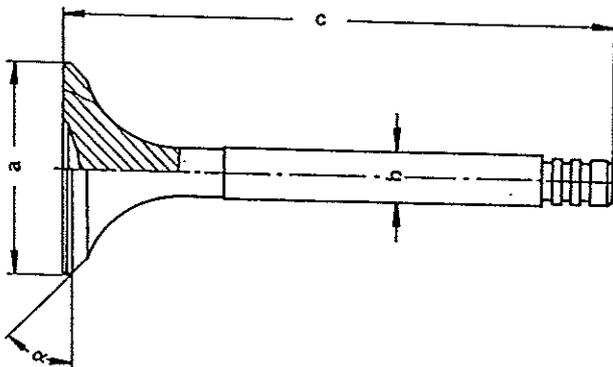

Bild 36: Ventilmaße
- (11) Wellendichtring
- (12) Zwischenstößel
- (13) Zylinderkopf
- (14) Ventile
- Ventilmaße siehe Bild 36